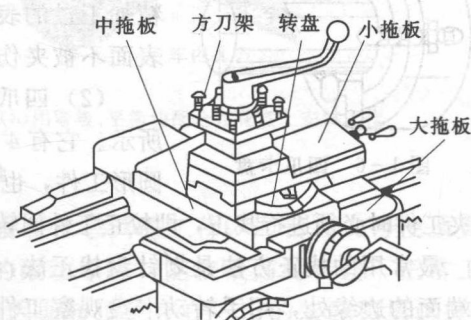

图 1-4 拖板架的组成
- (1) 主轴箱（又称床头箱）。主轴箱支撑主轴并带动工件做旋转主运动。主轴箱内装有齿轮、轴等零件，组成变速传动机构。通过变换箱体外部的手柄位置，可使主轴获得多种不同的转速（共 36 种转速。其中，正转 24 级，反转 12 级）。
- (2) 交换齿轮箱（又称挂轮箱）。交换齿轮箱把主轴箱的转动传给进给箱。通过更换箱内齿轮，配合进给箱内的变速机构，可以得到车削各种螺距螺纹（或蜗杆）的进给运动，满足车削时对不同纵、横向进给量的需求。
- (3) 进给箱（又称走刀箱）。进给箱内装有变速齿轮，可以把主轴的旋转运动传给光杠或丝杠。变换箱体外的手柄或手轮的位置，可以使光杠或丝杠得到各种不同的转速。
(4) 光杠和丝杠。光杠和丝杠可将进给箱运动传给溜板箱。自动走刀时使用光杠转动，车削螺纹时使用丝杠传动。
(5) 溜板箱。溜板箱接受光杠和丝杠传递的运动，再通过机械传动副驱动刀架做纵向或横向直线进给运动。它的上面还安装有一些手柄和按钮，用以方便地操纵刀架做机动、手动、车螺纹或快速移动等运动。
(6) 拖板架。拖板架由大拖板、中拖板、转盘、小拖板和方刀架等组成，如图 1-4 所示。